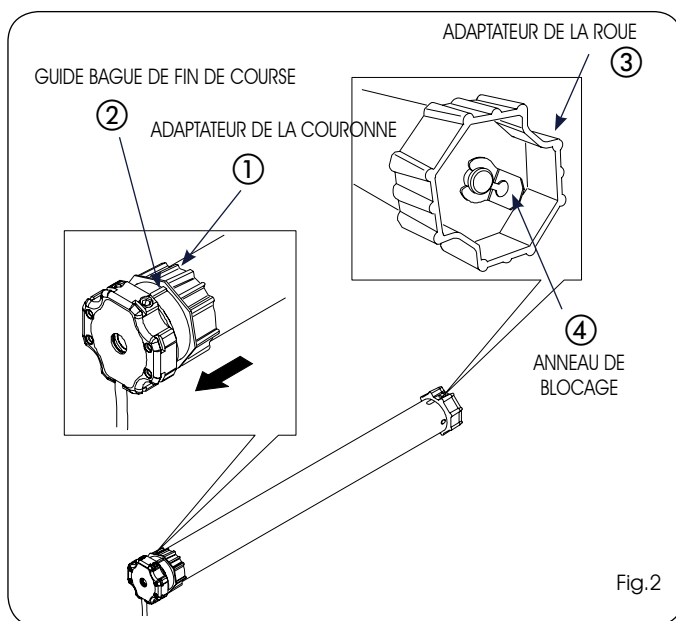

Fig.2
- 1) Insérer l'adaptateur de la couronne (Fig.2 réf.①) dans le moteur tubulaire, jusqu'à ce que celui-ci se trouve complètement à l'intérieur du guide de la bague de fin de course (Fig.2 réf. ②)
- 2) Introduire l'adaptateur de la roue dans l'arbre du moteur (Fig.2 réf. ③) et le bloquer avec l'anneau de retenue fourni. (Fig.2 réf. ④).